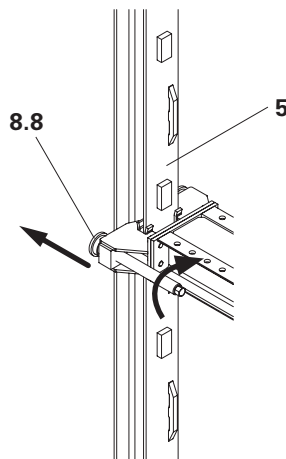

Fig. 37
- ACS-G: girare le due viti di compressione **(8.8)** in senso orario fino a quando la guida di ripresa **(5)** è libera e ha spazio sufficiente rispetto alla guida della vite di compressione. (Fig. 37)